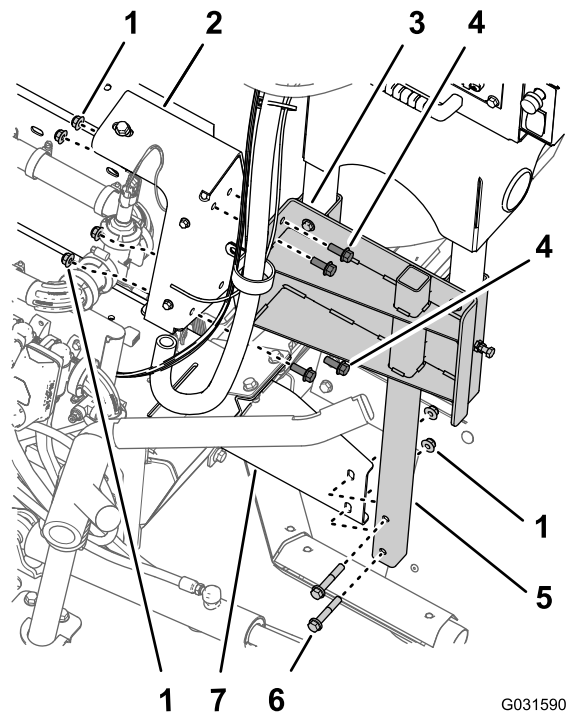

Bild 182
2. Fluchten Sie die Löcher im Stützkanal für die schwenkbare Schlauchtrommel mit den Löchern in der Verteilerbefestigung für die Sprühventile aus (Bild 182).
3. Fluchten Sie die Löcher im unteren Rahmenrohr für die schwenkbare Schlauchtrommel mit den Löchern in der Befestigungshalterung am rechten Rahmenkanal der Maschine aus (Bild 182).
4. Befestigen Sie den Stützkanal mit den vier Bundkopfschrauben (3/8" x 1") und Sicherungsbundmutter (3/8"), die Sie in Schritt 3 in Entfernen der schwenkbaren Schlauchtrommel von der Verteilerbefestigung \(Seite 16\) entfernt haben, an der Verteilerbefestigung (Bild 182).
5. Befestigen Sie das untere Rahmenrohr mit den zwei Bundkopfschrauben (3/8" x 2-1/4") und zwei Sicherungsbundmutter (3/8"), die Sie in Schritt 2 in Entfernen der schwenkbaren Schlauchtrommel von der Verteilerbefestigung \(Seite 16\) entfernt haben, an den Befestigungshalterung (Bild 182).